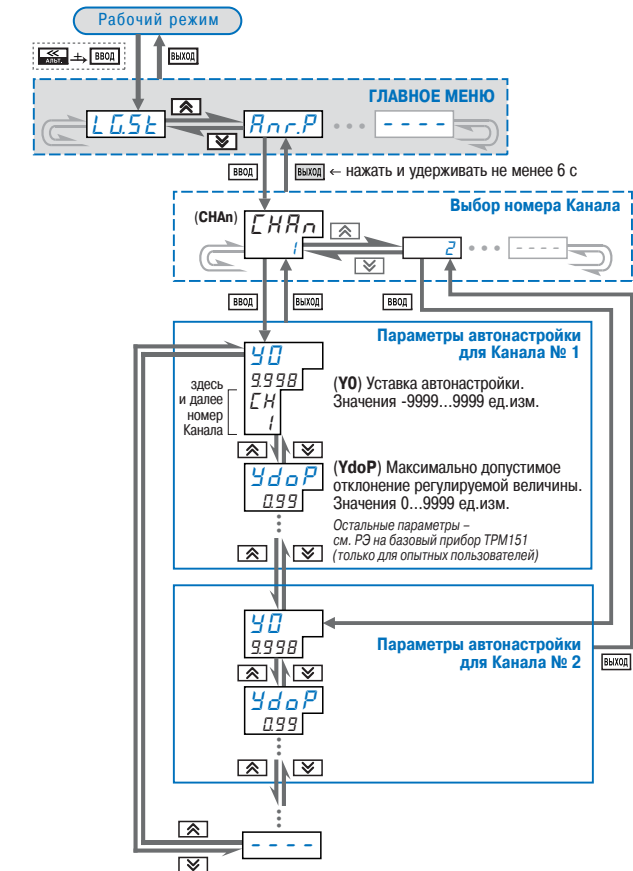

Рис. 46. Схема задания параметров Автонастройки с помощью кнопок на лицевой панели прибора
- Установите в Конфигураторе (или с лицевой панели прибора, см. рис. 46) значения параметров автонастройки **Y0** и **YdoP** для выбранного Канала регулирования.